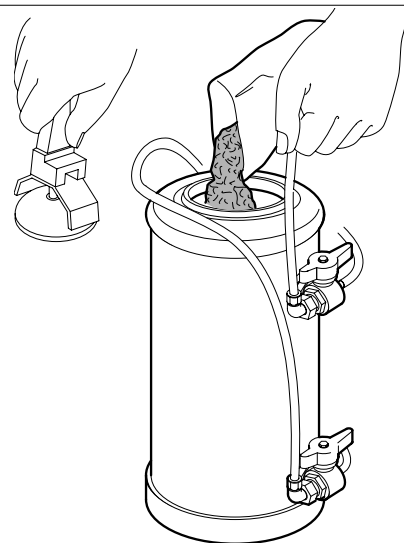

Fig. 6.17
- Abrir la tapa e introducir 1,5kg de sal de cocina (Fig.6.17)